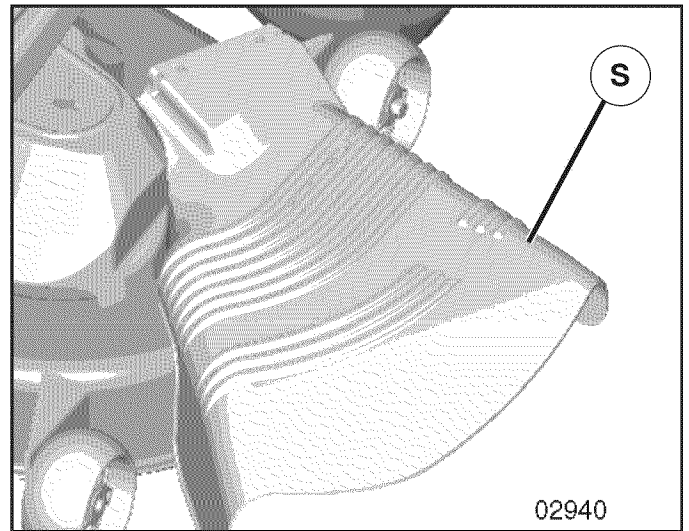

Fig. 12
**ATTENTION: N'utilisez pas la tondeuse sans le déflecteur ou sans le ramasse-herbe (S) s'il y a lieu. (Voir La Fig. 12)**